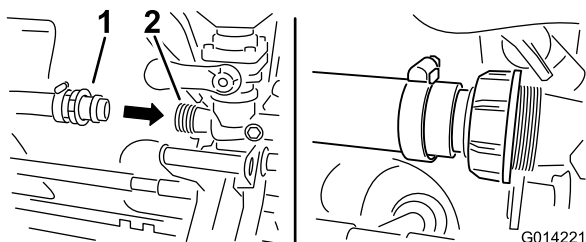

Figura 24
- Conecte la manguera al orificio roscado del eyector, que está orientado hacia adelante (Figura 24). Sujételo al conjunto del eyector con la tuerca de plástico.
- Apriete la tuerca sobre las roscas del eyector para sujetar la manguera (Figura 24).